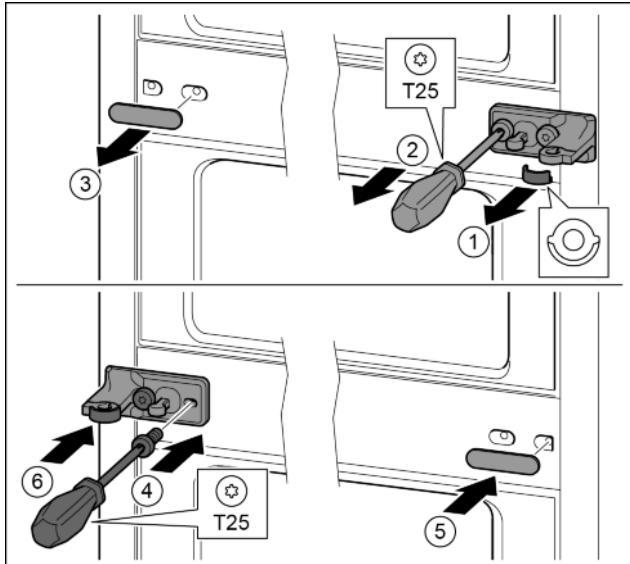

Fig. 15
- Снять шайбу. Fig. 15 (1)
- Выкрутить винты отверткой T25. Fig. 15 (2)
- Осторожно снять крышку. Fig. 15 (3)
- Плотно прикрутить опорный кронштейн с подкладкой с поворотом на 180° с другой стороны. Fig. 15 (4)
- Установить крышку с поворотом на 180° с другой стороны. Fig. 15 (5)
- Спереди надвинуть шайбу. Fig. 15 (6)